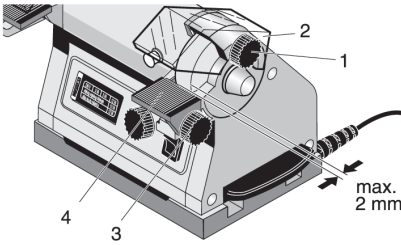

Fig. 3
1. Solte o parafuso de travessa **3** (Fig. 3) do apoio da ferramenta (4) e regule o ângulo de esmerilar à sua vontade.
3. Solte o parafuso de travessa **1** (Fig. 3) da cobertura de protecção (2) e ajuste-o de forma que exista a maior protecção possível.